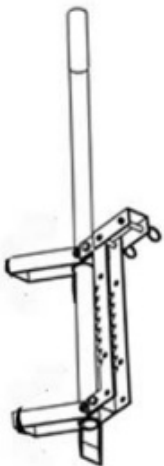

Figure 18
2. Insérez la poignée dans le trou de l'assemblage du support, et fixez-la à l'aide d'une goupille à dégagement rapide (9,5x38mm), comme indiqué sur la figure 18.